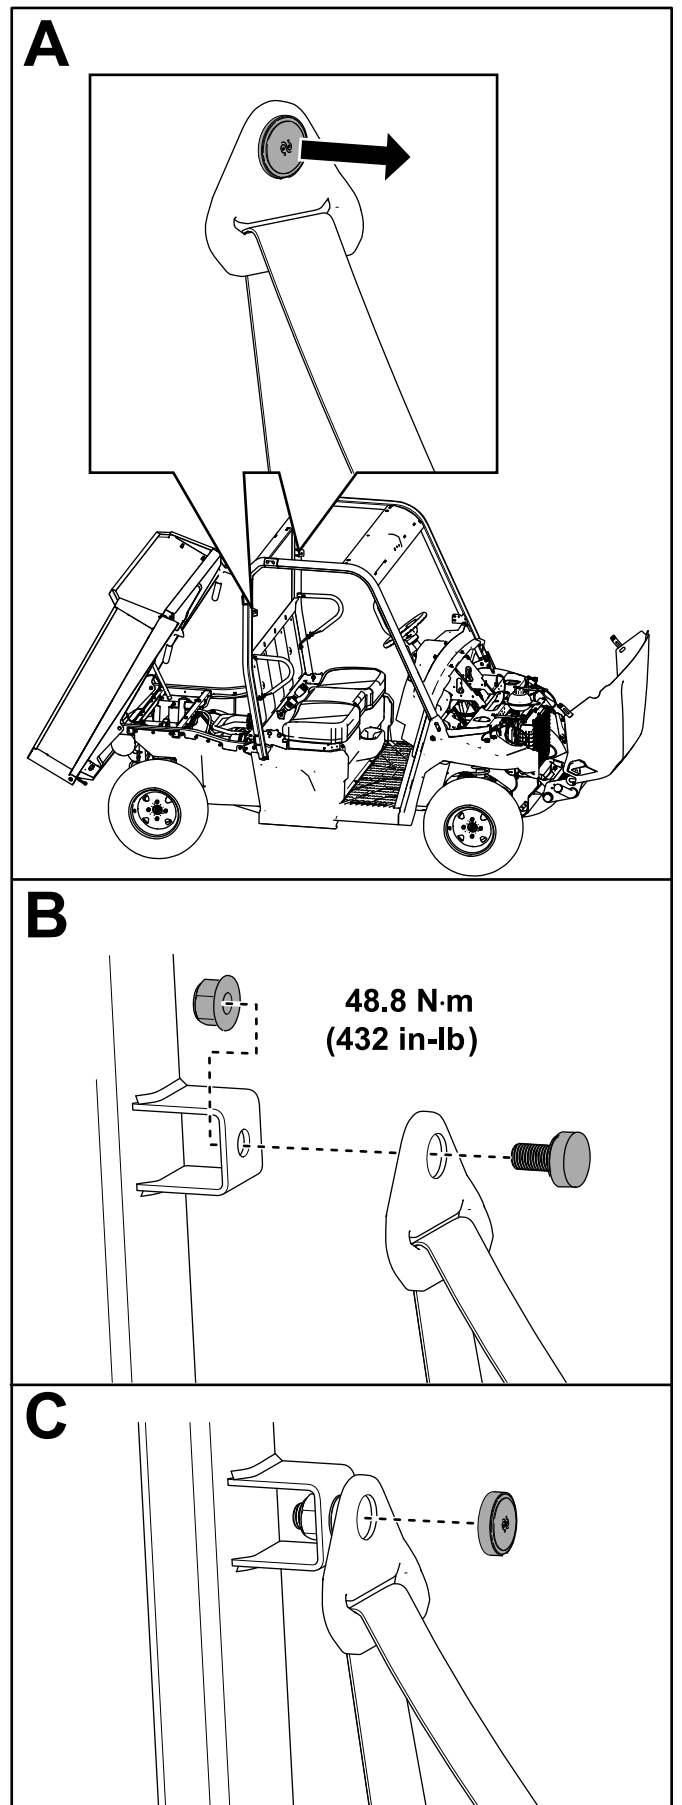

Figure 22
A. Retirez le cache de la partie supérieure de la ceinture de sécurité (Figure 22).
B. Insérez la ceinture de sécurité dans son support sur l'arceau de sécurité et fixez-la en place avec un contre-écrou (7/16"), comme montré à la Figure 22.
Serrez le contre-écrou (7/16") à 48,8 N·m, comme montré à la Figure 22.
C. Remettez le bouchon en place (Figure 22).